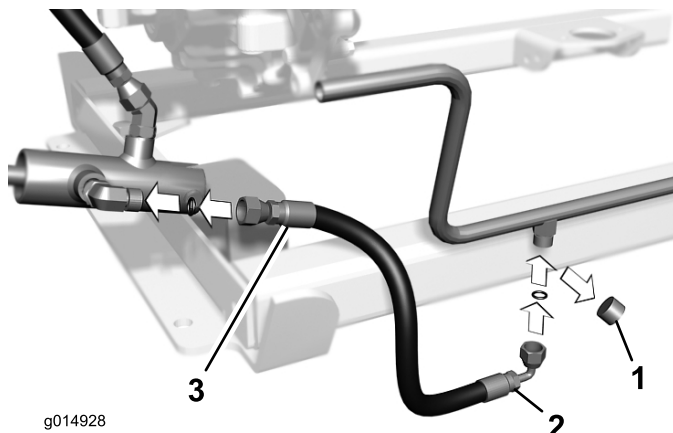

図 7
10. 油圧ホースのストレート・フィッティング側端部を、シリンダ側面の90度フィッティングに接続する（図 7）。
11. 油圧ラインのポートについているキャップを外す（図 7）。
12. 油圧ホースの 90 度フィッティング部分を、油圧ラインのポートに接続する（図 7）。